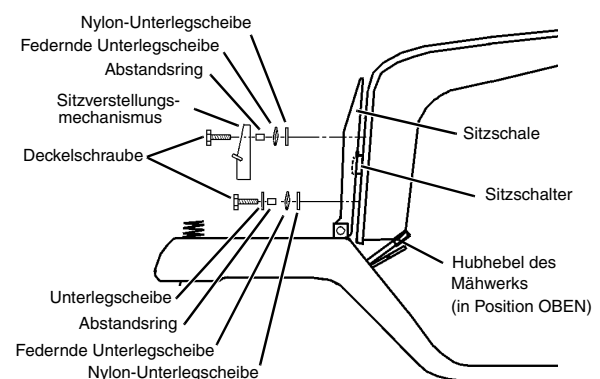

ABBILDUNG 4
- Deckelschraube mit flacher Unterlegscheibe, Abstandsring, federnder Unterlegscheibe und Nylon-Unterlegscheibe durch die rechte Seite der Sitzschale in den Sitz einführen (siehe ABBILDUNG 4). Lose montieren.